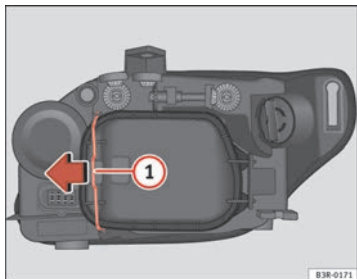

Abb. 196 Standlicht
- Den Spanner ⇒ Abb. 196 ① in Pfeilrichtung bewegen und den Deckel abnehmen, indem zuerst die Seite des Spanners und danach die beiden Laschen des anderen Endes des Deckels abgenommen werden.